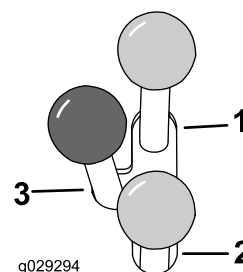

Figura 12
- Para operar o acessório hidráulico na direção frontal, mova a alavanca da hidráulica auxiliar para a frente (Figura 12).
- Para operar o acessório hidráulico na direção traseira, mova a alavanca da hidráulica auxiliar para trás (Figura 12).
**Nota:** Se libertar a alavanca enquanto estiver na posição FRENTE ou MARCHA-ATRÁS, a alavanca regressa automaticamente para a posição PONTO MORTO (Figura 12).